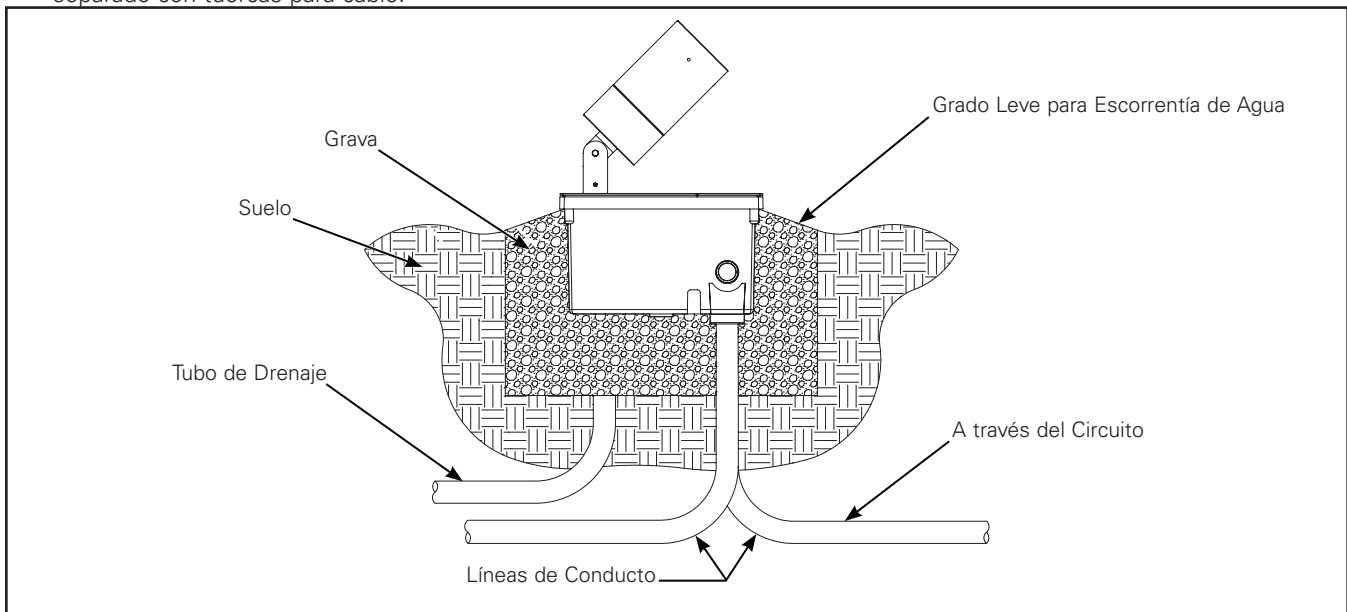

Figura 2.
- No coloques el contenedor en el suelo en áreas bajas u otras áreas donde el agua se pueda acumular y permanecer durante largos períodos de tiempo. (Figura 2.)